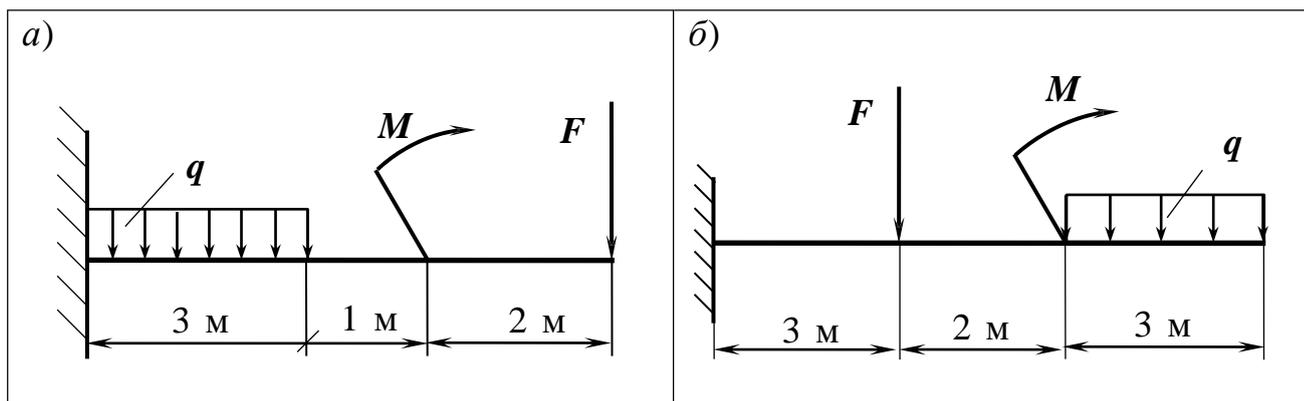

Рис.3.
3. Определяем Q_y на каждом участке и строим эпюру (рис.3., б):